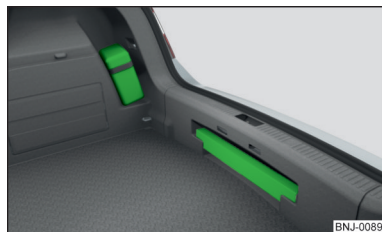
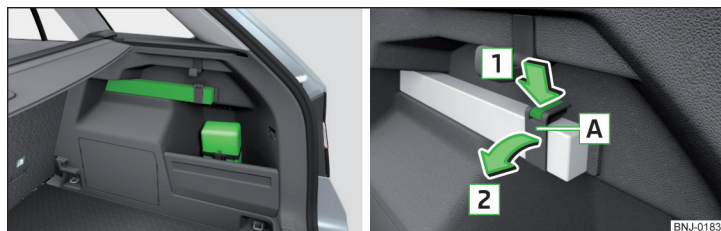

Рис. 176
Рис. 177 Розташування медичної аптечки та знака аварійної зупинки - варіант 2/від'єднання знака аварійної зупинки
Медична аптечка кріпиться за допомогою стяжної стрічки з правого боку багажника » Рис. 176 або » Рис. 177.
Знак аварійної зупинки можна вставити в заглиблення під кромкою отвору багажного відділення » Рис. 176.
Знак аварійної зупинки кріпиться за допомогою стяжної стрічки з правого боку багажника » Рис. 177.
- » Щоб **розчепити** стрічку, натисніть фіксатор на стрічці в напрямку стрілки **1** і відкрийте стрічку **A** в напрямку стрілки **2** » Рис. 177.